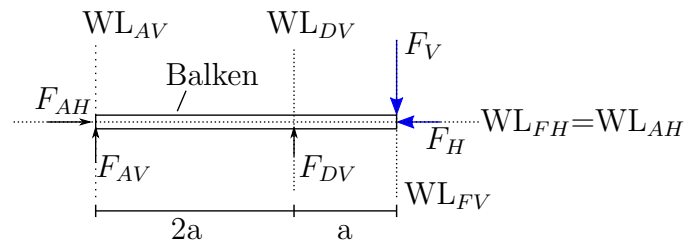

Abbildung 5: Freischnitt am Ersatzsystem
Das Momentengleichgewicht kann an jeden beliebigen Punkt des Balkens gebildet werden. Es ist sinnvoll, das Momentengleichgewicht an einem Punkt zu bestimmen, an dem bereits mehrere unbekannte Kräfte angreifen bzw. durch den mehrere Wirkungslinien (WL) verlaufen. Für diese Kräfte sind die entsprechenden Hebelarme und somit auch die resultierenden Momente $=0$. Abbildung 5 zeigt deutlich, dass das Momentengleichgewicht um alle drei Punkte A, B und